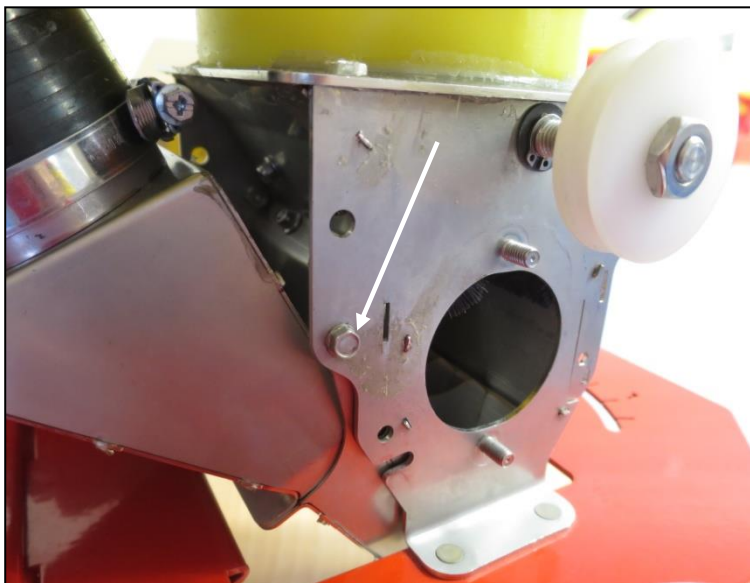

Abb.: 81
- Montieren Sie nun den Luftkanal von unten durch die große Öffnung und fixieren Sie diesen beidseitig mit je einer Sechskantschraube (auf Abb.: 81 gekennzeichnet).